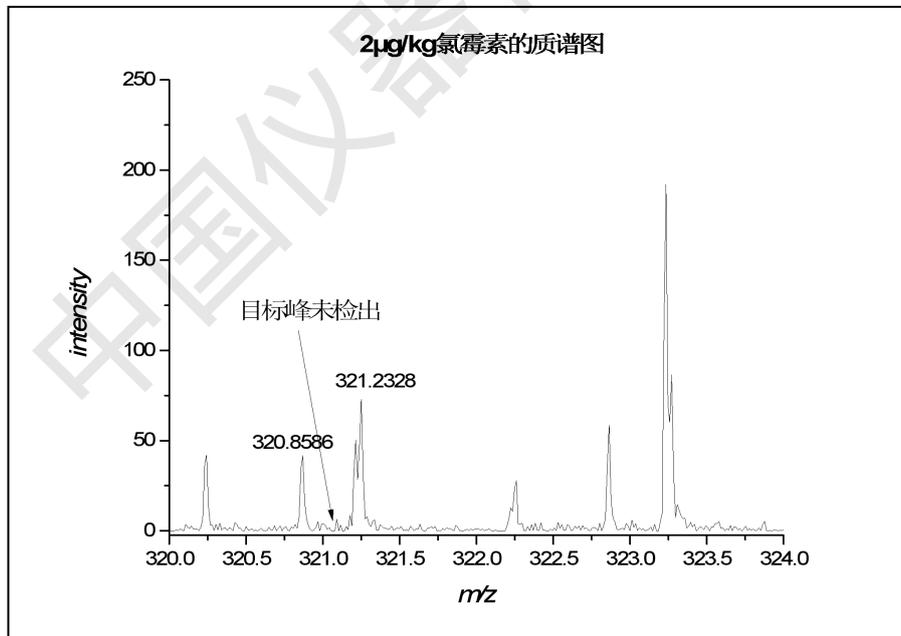
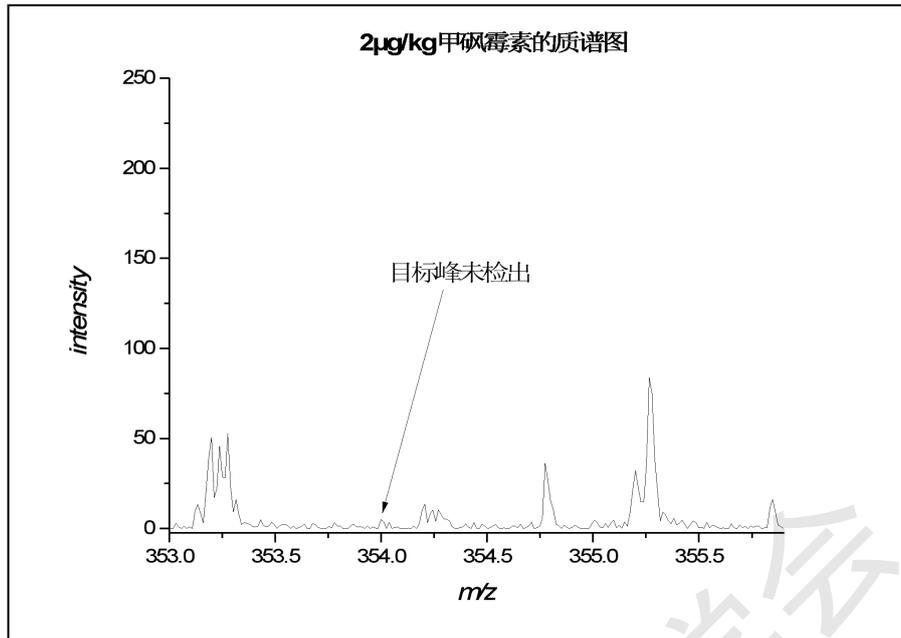
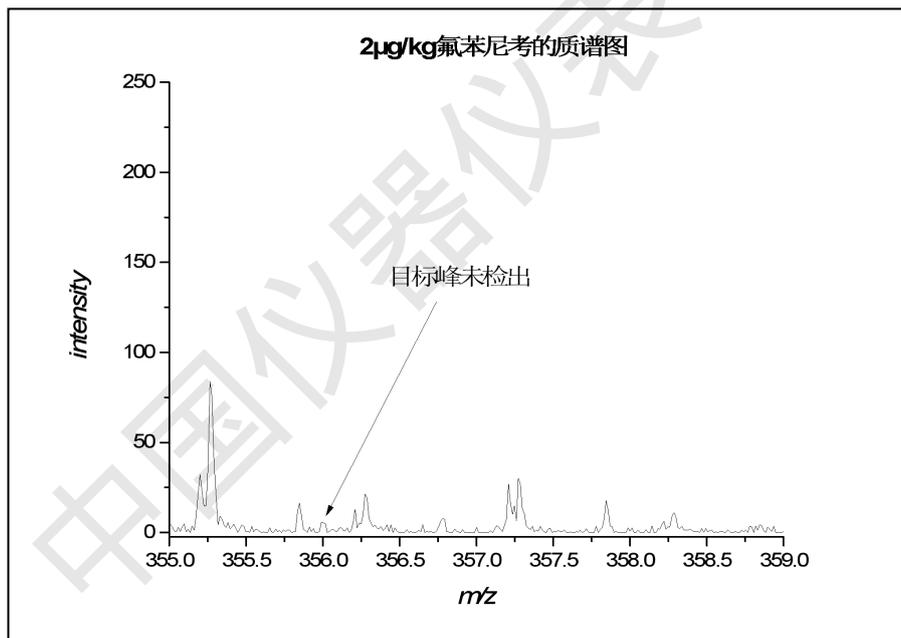

图4 2µg/kg 氯霉素溶液质谱图
图 5 2 $\mu\text{g}/\text{kg}$  甲砒霉素溶液质谱图
图 6 2 $\mu\text{g}/\text{kg}$  氟苯尼考溶液质谱图
2) 将含量为 2µg/kg 的阴性样品后加标溶液用 OPSI-HESI 离子源检测，每次进样量约为 8µL，得出氯霉素、甲矾霉素和氟苯尼考的质谱结果如下图 4、图 5 和图 6 所示。